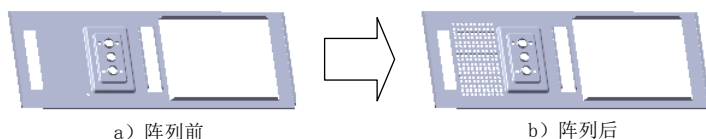
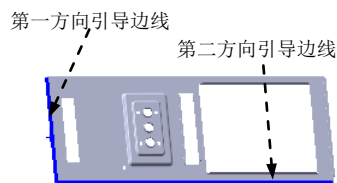

图 17.8.52 创建阵列 (线性) 1
图 17.8.53 定义阵列参数
Step14. 创建图 17.8.52 所示的阵列（线性）1。
(1) 选择下拉菜单 **插入(I)** → **阵列/镜向(O)** →  **线性阵列(L)...** 命令，系统弹出“线性阵列”对话框。
(2) 定义阵列源特征。单击 **要阵列的特征(F)** 区域中的文本框，选取切除-拉伸 5 作为阵列的源特征。
(3) 定义阵列参数。
① 选择图 17.8.53 所示的边线为第一方向引导线。在 **方向 1** 区域的  文本框中输入数值 8，在  文本框中输入数值 17。
② 选取图 17.8.53 所示的边线为第二方向引导线。在 **方向2** 区域的  文本框中输入数值 7.0, 在  文本框中输入数值 10。
(4) 单击  按钮, 完成阵列 (线性) 1 的创建。